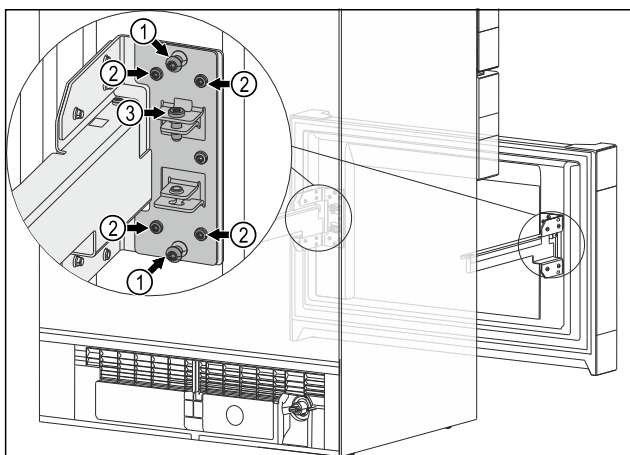

Fig. 13
- ▶ Távolítsa el mindkét középső csavart Fig. 13 (1).
- ▶ Oldja ki mind a négy csavart Fig. 13 (2).
- ▶ Elérte a kihúzható kocsí véghelyzetét: húzza meg mind a négy csavart Fig. 13 (2).
- ▶ A középső csavarokra Fig. 13 (1) a továbbiakban nem lesz szüksége.